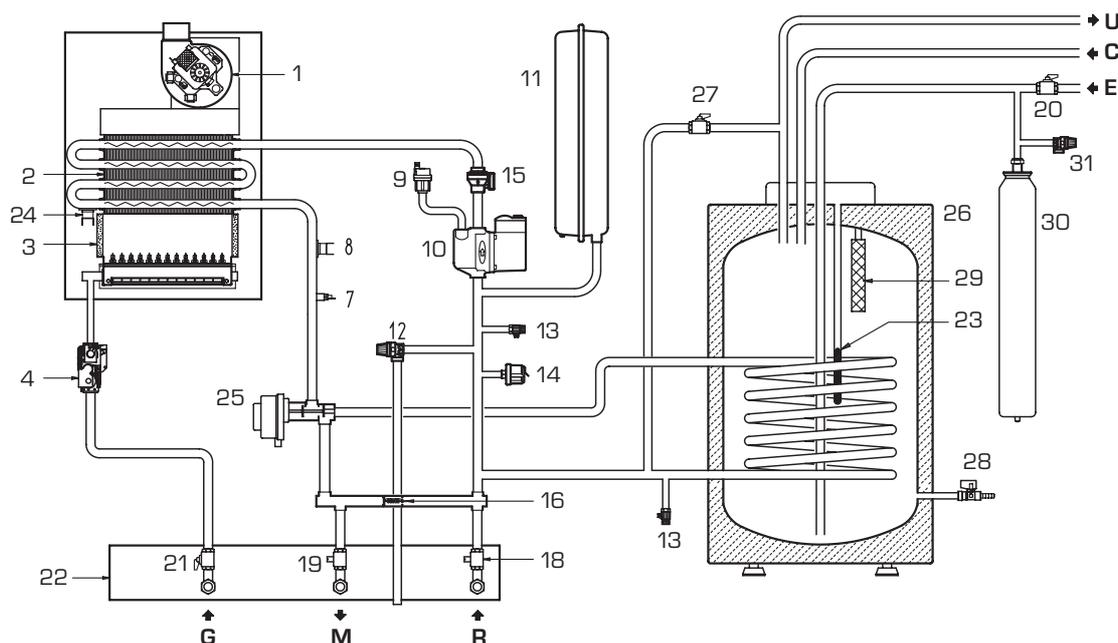

Fig. 2
- en el modelo "25 BFT TS" actuando sobre el grifo de carga (27 fig. 2).